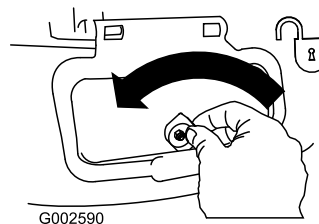

Figura 32
1. Sbloccate lo sportello di scarico laterale (Figura 32).